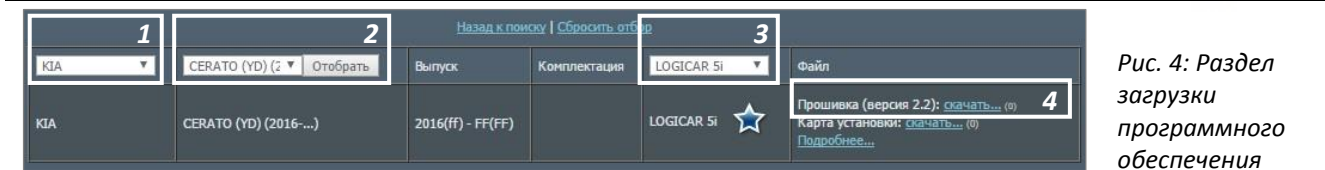

Рис. 4: Раздел загрузки программного обеспечения
- переходим в «**Раздел загрузки программного обеспечения**» (1) (см. рис. 4)